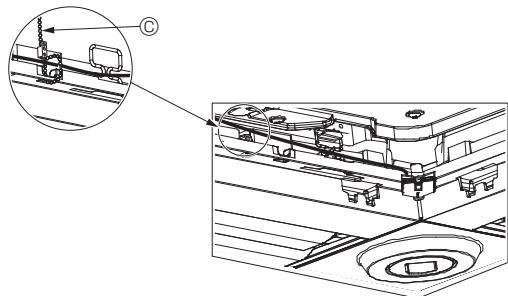

Fig. 5-13
- Säkra i-See-sensorns och signalmottagarens ledningar till panelen med fästen som visas på bilden så att ledningarna inte hänger löst och klipp sedan bort den överflödiga änden av fästena. (Fig. 5-13)
- Ändra kopplingsinställningarna om i-See-sensorn flyttades från "○", position (E), till "□", position (F). (Se sidan 163.)